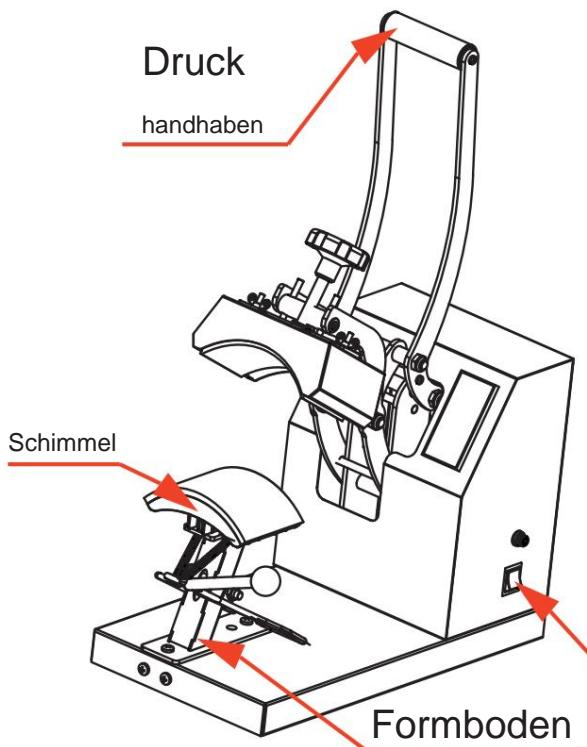
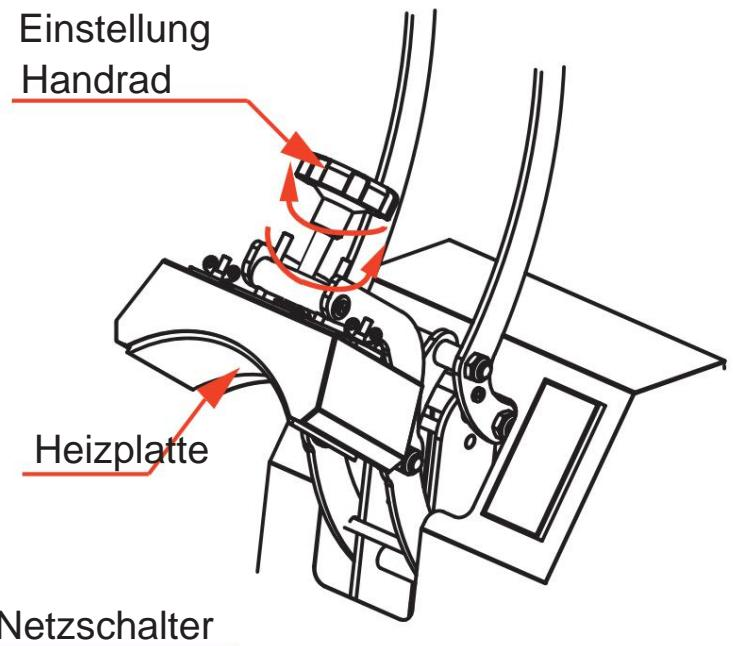

Abbildung 1
Abbildung 2
1. Entfernen Sie die Verpackung und die Kabelbinder und heben Sie den Druckgriff an, wie in Abbildung 1 gezeigt. Drehen Sie das „Einstellhandrad“ auf eine geeignete Druckposition, wie in Abbildung 2 gezeigt.
2. Schließen Sie die Maschine an die Stromversorgung an und schalten Sie den Netzschalter ein, wie in Abbildung 1 gezeigt. (Nennspannung: V, Nennleistung: W)